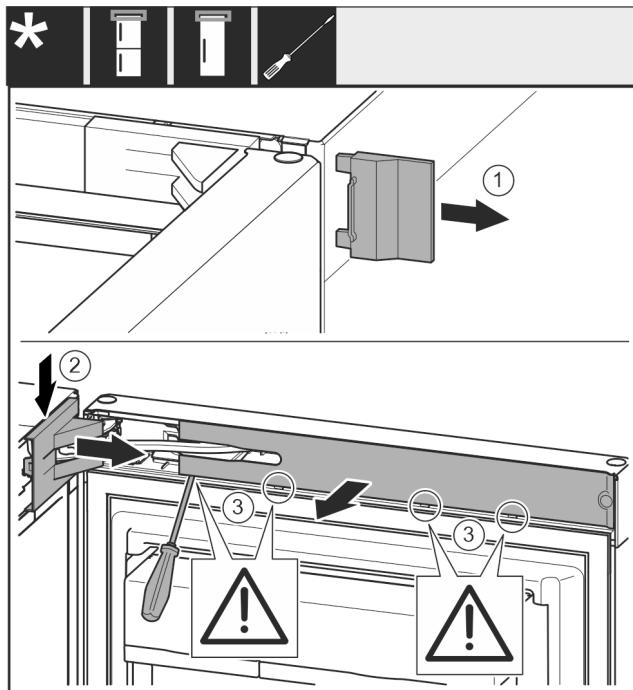

Fig. 5
- Свалете външния капак. *Fig. 5 (1)*
- Освободете и развийте капака на лагерната стойка. Свалете капака на лагерната стойка. *Fig. 5 (2)*
- Освободете капачката с плоска отвертка и я завъртете настрани. *Fig. 5 (3)*